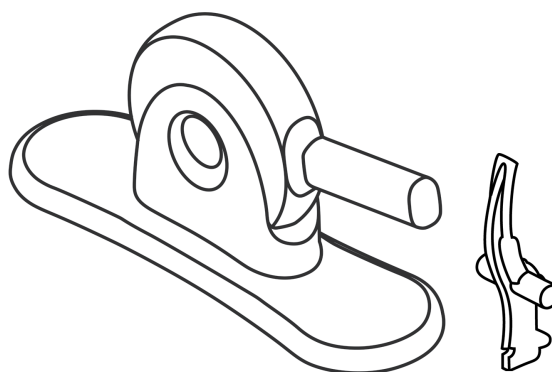

Figure 5 : Sertisseur et butée de sertissage en 2 pièces Edwards
• Sertisseur Edwards et butée de sertissage (Figure 5)